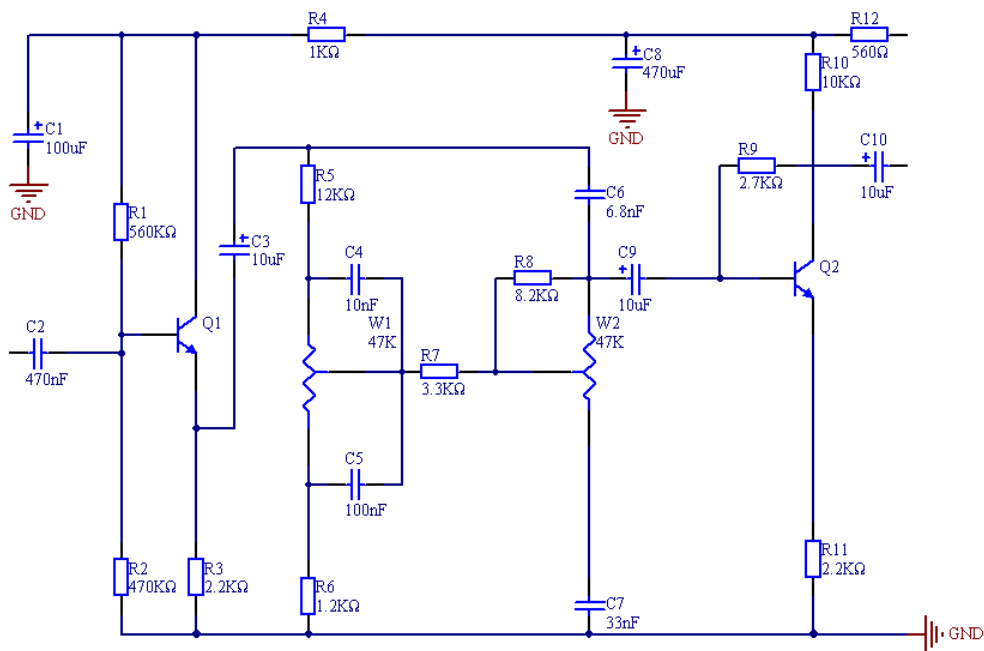

图 4-41 放置接地符号
Step6 采用同样的方法放置其他接地符号，如图 4-41 所示。